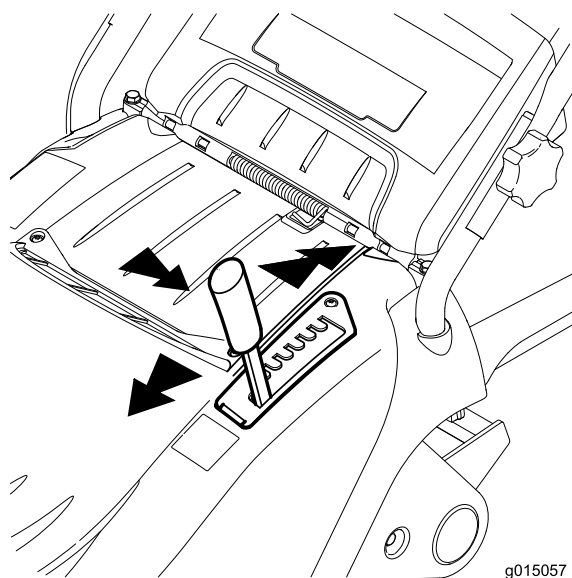

Figura 13
2. Retire la palanca de altura de corte de la ranura en la que se encuentre, y muévela hacia adelante o hacia atrás a la ranura deseada (Figura 13).